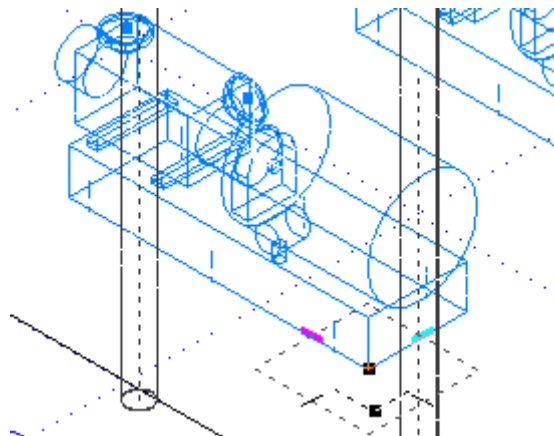

Рисунок 101
- Учитывая расположение анкерных болтов, рассчитать относительное положение угла фундамента относительно угла насоса. По результатам расчета отложить по координате **X 345 мм**, а по координате **Y 424 мм** (Рисунок 101).